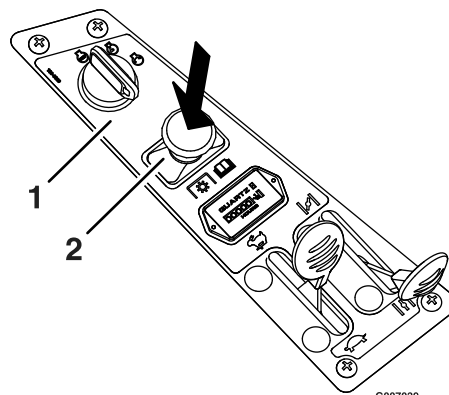

Figure 13
Réglez la manette d'accélérateur à mi-course. Poussez la commande des lames en position Désengagée pour désengager les lames (Figure 13).
- Désengagez les lames en plaçant la commande des lames en position Désengagée (Figure 13).